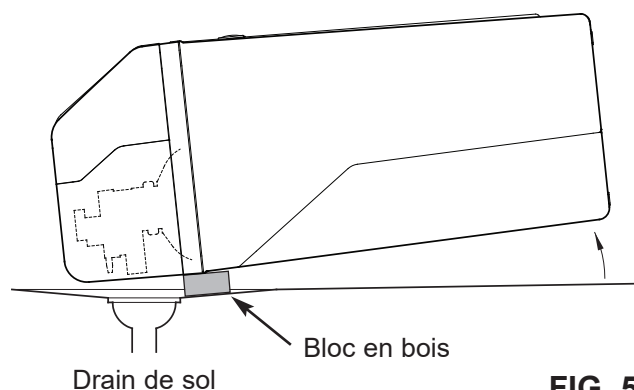

FIG. 59
6. Placez un bloc de 5 cm d'épaisseur près du drain de sol (consultez la figure 59).